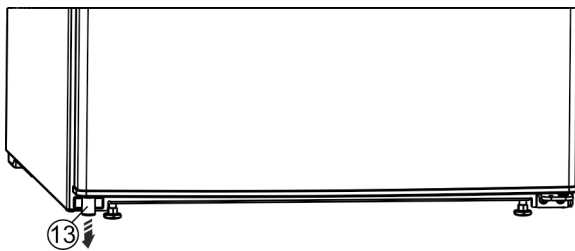

Fig. 14 *
- Spodaj levo iz vrat vzemite distančnik Fig. 14 (13)*.